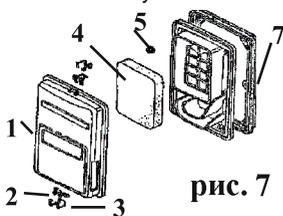

рис. 7
7.4.1 Демонтируйте крышку 1 (рис. 7). При отделении крышки от корпуса не повредите уплотнение. Снимите фильтрующий элемент 4 (рис. 7).